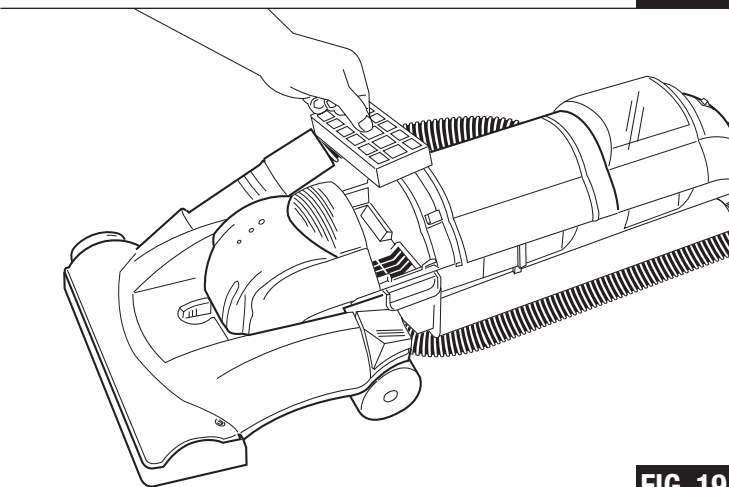

FIG. 19
Step 2: Pull filter frame from unit by pulling on tab in center (FIG. 19).
Étape 2 : Retirez de l'aspirateur le cadre du filtre en tirant la languette située au centre (FIG. 19).
Paso 2: Saque el armazón del filtro jalando la lengüeta en el centro (FIG. 19).